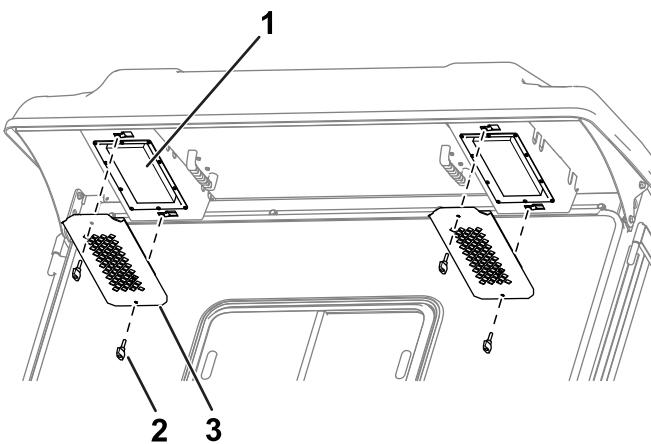

Figura 87
1. Retire los pomos y las rejillas del reborde trasero de la cabina (Figura 87).
4. Utilice los pomos y las rejillas para instalar los filtros en la cabina (Figura 87).